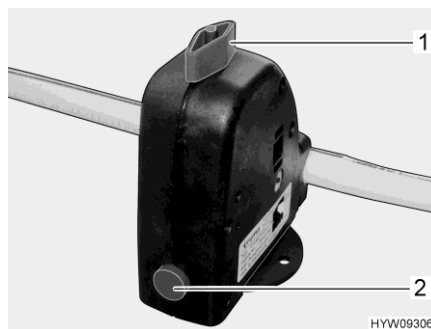

Fig. 232 Valvola di sicurezza/di scarico (boiler)
Il boiler è dotato di una valvola di sicurezza/di scarico (Fig. 232). La valvola di sicurezza/di scarico impedisce che l'acqua congeli nel boiler in presenza di basse temperature esterne, quando il riscaldamento dell'autocaravan non è acceso.
- Chiudere la valvola di sicurezza/di scarico. A tal fine ruotare la manopola (Fig. 232,1) verticalmente rispetto alla valvola di sicurezza/di scarico e premere verso l'interno il bottone automatico (Fig. 232,2).
- Aprire la valvola di sicurezza/di scarico. A tal fine ruotare la manopola (Fig. 232,1) nel senso della lunghezza della valvola di sicurezza/di scarico. Il bottone automatico (Fig. 232,2) scatta all'infuori. Il boiler viene svuotato verso l'esterno tramite la valvola di sicurezza/di scarico.